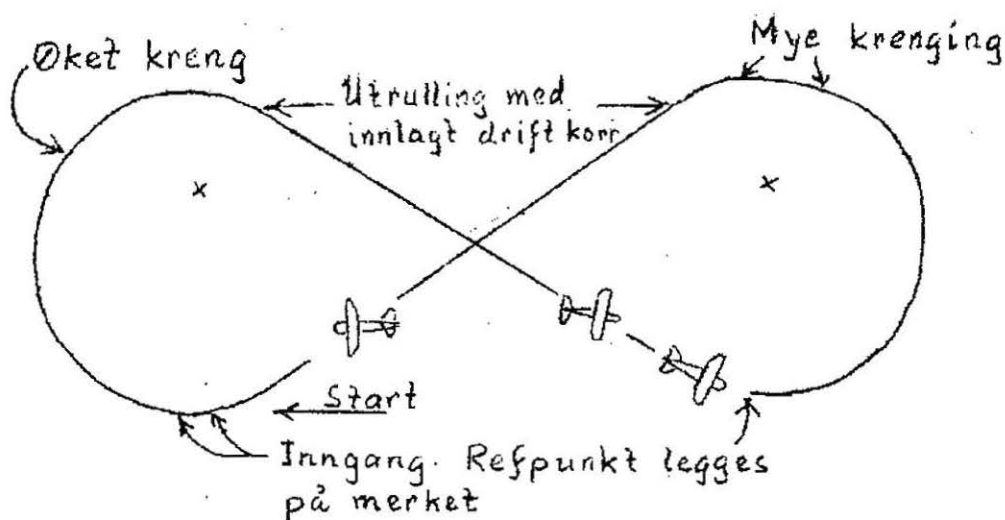

Fig 15
- b. Start øvelsen på medvindsiden og parallelt med linjen mellom punktene (se fig 15). På høyde med det første merket senkes vingen til referansepunktet (vingetippen) ligger på merket. Start samtidig svingen opp mot vinden.